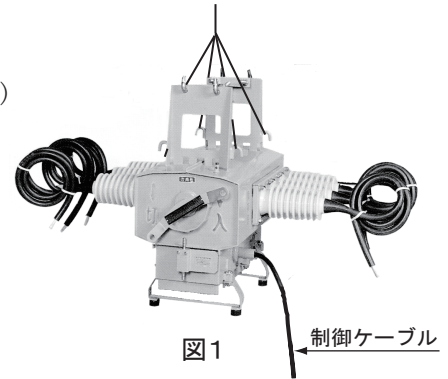

図1
①吊り上げは、制御ケーブルの結束紐を解いてから行ってください。(図1)
②吊り上げるときはケースやブッシングをいためないよう注意してください。
③もし、ケースに傷をつけられた場合は必ず修正塗装を施してください。